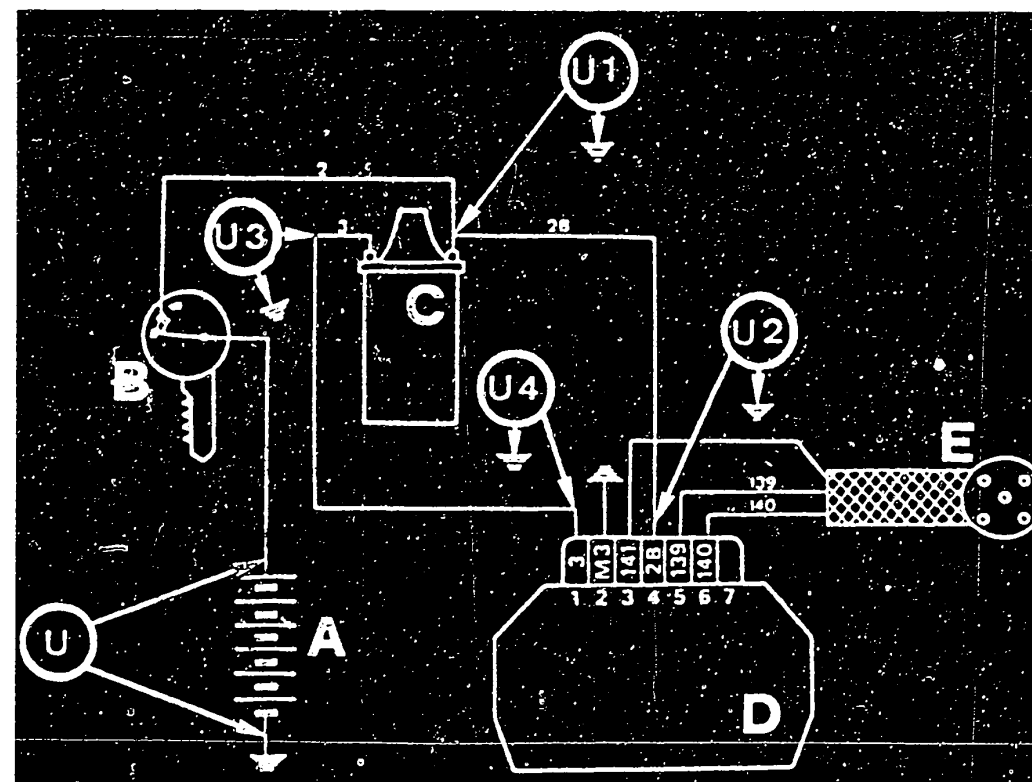

Bild 39 Prüfen der Zündanlage mit dem Voltmeter: A Batterie – B Zündschloss – C Zündspule – D Schaltgerät – E Induktivgeber im Zündverteiler.
f) Die **Überprüfung der Zündanlage** erfolgt mit dem Voltmeter (Bild 39), wobei die Spannungen an den Messstellen 1...4 der Batteriespannung (über 12V) entsprechen müssen. Ist dies nicht der Fall, so liegt der Fehler: